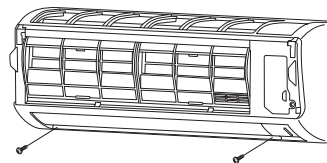
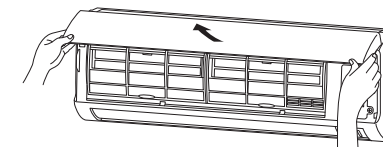

Fig. 3-41
Fig. 3-44
- (2) Extraiga los 2 tornillos. (Fig. 3-41)
- (2) Asegúrese de que la rejilla y el bastidor se encuentran bien fijados mediante la conexión de las lengüetas.
- (3) Fije la rejilla con los 2 tornillos anteriormente extraídos. (Fig. 3-41)
- (4) Instale la rejilla de entrada de aire.
- (a) Permita que el borde de la rejilla de entrada de aire se deslice en la parte superior de la unidad interior y, a continuación, introduzca completamente. (Fig. 3-44)